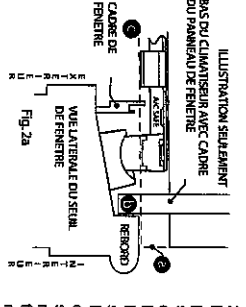

Fig. 2a
2. **Traversez la bonne position sur le seuil de fenêtre.** Mesurez la largeur du seuil. Marquez le centre du seuil et la rebord (b). Si le rebord de la fenêtre se raccourcit, (voir la fig. 2a) Placez un bloc concave n° 1 sur le seuil, contre le bas du rebord (voir les figures 2a et 2b). Alignez la ligne centre du bloc n° 1 avec la marque centrale que vous avez placée sur le seuil. Ajoutez une cale arrondie n° 2, puis déplacez le bloc en faisant glisser le rebord jusqu'à ce que le dessus du bloc et la cale arrondie soit à niveau avec le rebord. *Remarque:* si le climatiseur a un cadre de panneau de fenêtre ajustable (aj), continuez à déplacer le bloc jusqu'à ce que le cadre s'ajuste entre le bloc et le rebord (b). Si le support du climatiseur entre en contact avec le cadre de fenêtre (c), ajoutez une ou plusieurs cales plates n° 3.